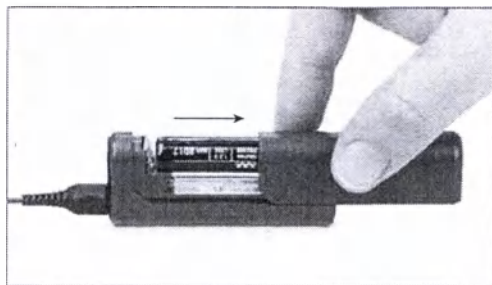

Рис. 14 Открытие батарейного отсека
3. После отключения миниатюрного блока элементов питания автоматически снимается блокировка батарейного отсека. Теперь вы можете снять крышку батарейного отсека (см. рис. 14).